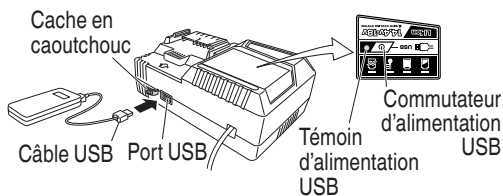

Fig. 13
- (2) Mettez le commutateur d'alimentation USB sur marche (Fig. 13)
- (3) Connectez le câble USB. (Fig. 13)
- Mettez le commutateur d'alimentation USB sur arrêt et débranchez le câble d'alimentation de la prise électrique. (Fig. 13)